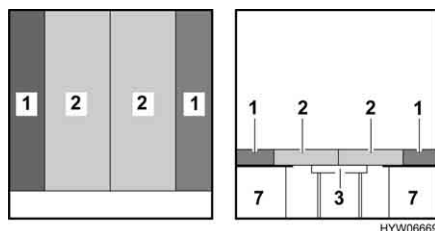

Fig. 77 Dopo la trasformazione
- Collocare i cuscini dello schienale (Fig. 77,1) sulla parete esterna. Rispettare la forma cuneiforme.
- Premere entrambi i cuscini del divano (Fig. 77,2) fra i cuscini dello schienale.